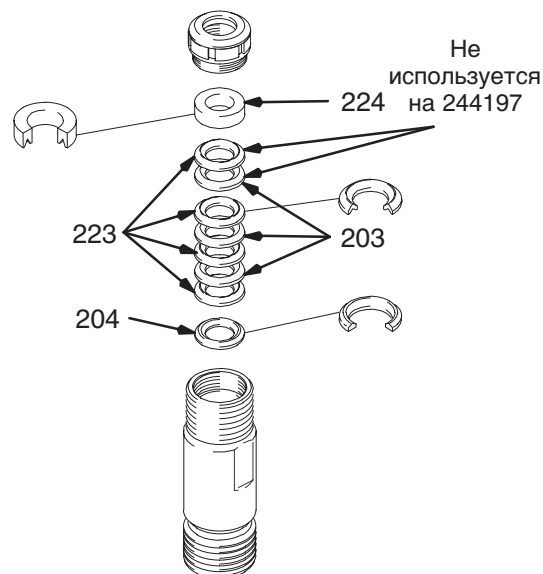

Рис. 12
Рис. 12. Перед сборкой замочите все кожаные уплотнения в масле SAE 30 W, как минимум, на 1 час. Установите внутренний сальник (204) в цилиндр. Либо набейте полиэтиленом сверхвысокого молекулярного веса (203) и установите кожаные уплотнения (223) (отметьте положение). Установите внутренний сальник (224) в верхнюю часть цилиндра. Затяните уплотнения.